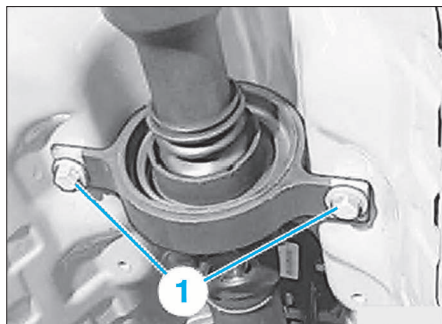

FIG. 3
- Retenir l'arbre de transmission au niveau du palier central et déposer les vis (1) (Fig.3).